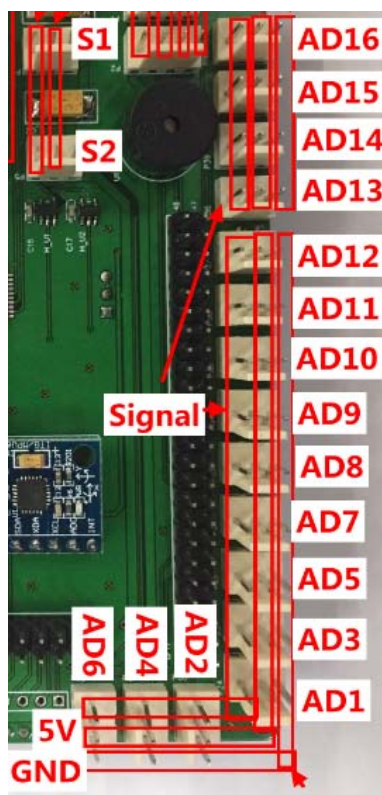

图 2-6 灰度传感器线序图
2、灰度传感器接口：灰度传感器使用三根线两根电源线一根模拟量输入线。如图 2-6 所示：